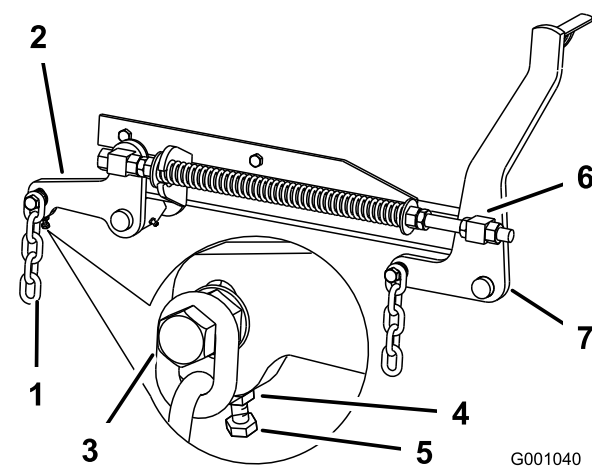

Figura 77
7. Se le misure al punto **B** o **C** non sono esatte, allentate il bullone che monta la catena posteriore al braccio di supporto posteriore (Figura 77).
8. Allentate il controdado sottostante il braccio di supporto posteriore, e regolate il bullone di regolazione fino ad ottenere una misura tra 79 e 83 mm (Figura 77).
7. Allentate di 13 mm circa i controdadi delle parti girevoli anteriori destra e sinistra (Figura 77).
8. Regolate i dadi di sollevamento sui lati destro e sinistro della macchina finché la parte anteriore della macchina non risulta più bassa di 6 - 10 mm davanti, al punto **A**, rispetto alla parte posteriore al punto **B** (Figura 77).